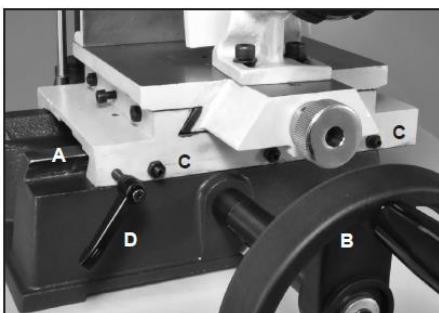

Рис. 18
Нижняя опорная плита (поз. 52) служит для перемещения стола влево/вправо по отдельным направляющим типа "ласточкин хвост". Рис. 18, А.
- Чтобы ход плиты стал более свободным, или наоборот, тугим, давление на направляющие можно отрегулировать с помощью трех винтов с гайками (поз. 47, 48), которые расположены в передней части плиты. Рис. 18, С. Винты прижимают пластину (поз. 24), которая опирается на пазы плиты типа "ласточкин хвост".
- Чтобы зафиксировать подвижную плиту в одном положении, необходимо затянуть винт с рукояткой (поз. 49) (D). Это может понадобиться для выполнения повторяющихся операций при обработке большой партии одинаковых заготовок.